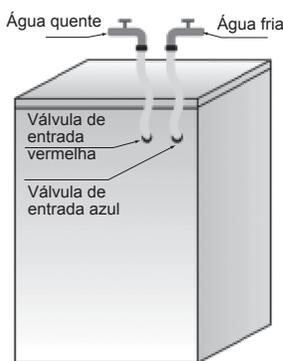

Fig. 1
**Se você deseja conectar abastecimento de água fria e quente (Fig.1):**